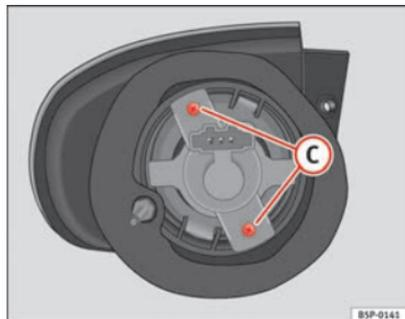

Fig. 198 Luz intermitente
- Desenrosque los tornillos ⇒ fig. 198 (C) del portalámparas y tire del mismo.
- Retire los tornillos ⇒ fig. 198 C del portalámparas y tire del mismo.